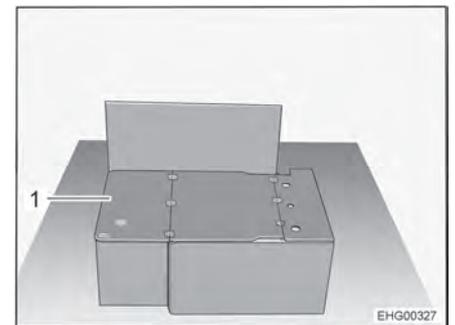

Fig. 22 Banquette longitudinale sans coussin
- Rabattre la planche (Fig. 22,1) de 180° et la poser sur le couvercle du coffre de banquette.